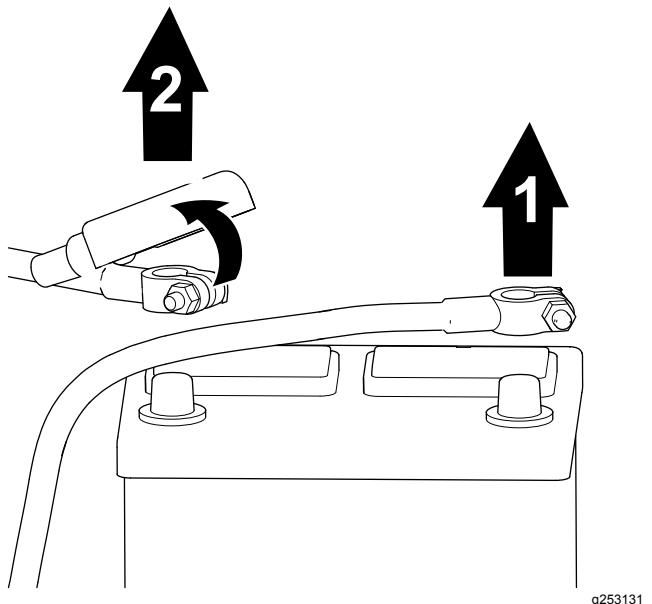

Bild 2
2. Heben Sie die Isolierung an und ziehen Sie das Pluskabel der Batterie vom Batteriepol ab (Bild 2).
1. Trennen Sie das Minuskabel der Batterie vom Batteriepol ab (Bild 2).